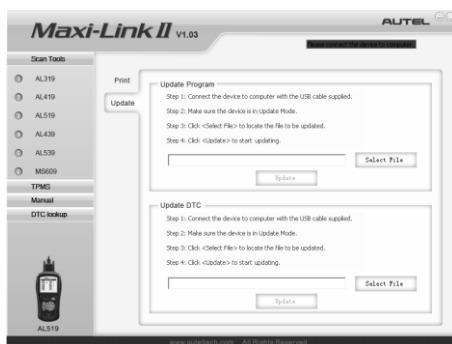

Figura 3.12
- 2) Ejecute MaxiLinkII Tool Kit en su computadora. (Figura 3.12)
- 5) Seleccione los programas a ser actualizados en su computadora. Hay otros dos tipos de programas: sistema operativo y biblioteca de DTC. (Figura 3.12)